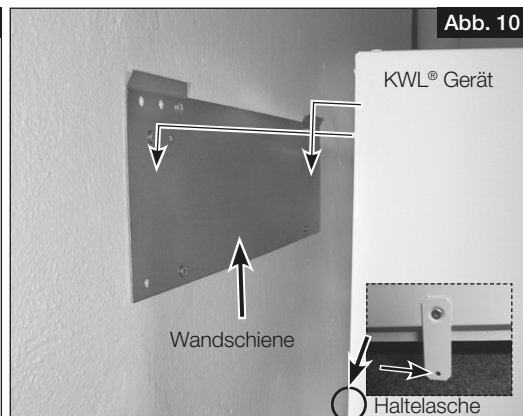

Abb. 10
3. Gerät an den Haltetaschen in die Wandschiene einhängen und mittels unteren Haltebügel zusätzlich an der Wand fixieren (s. Abb. 10).